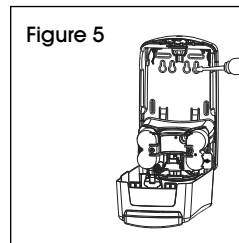

Figure 5
1. En utilisant la plaque arrière comme gabarit, tracez des repères en appuyant avec un crayon à travers le ruban adhésif. (Voir Figure 5)